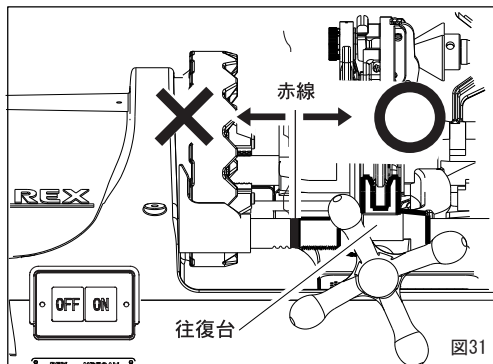

図31
- ・受けパイプの赤線が往復台でかくれた位置からねじ切りを開始すると、ねじが切れ上がるまでに往復台が主軸台に当り、事故や破壊の原因となります。(図31)
- ①希望するサイズにセットされているか確認してください。
受けパイプの赤線が往復台でかくれた位置からねじ切りを開始すると、ねじが切れ上がるまでに往復台が主軸台に当り、事故や破損の原因となります。(P. 15図31)
案内セットノブ (図31参照) を押し上げてダイヘッドをねじ切りのセット状態にします。そしてパイプにねじを切ってゆきますと、パイプ端面が切上げレバーに当り、徐々に押し出してゆきます。パイプに切られたねじが規定長さになりますと、切上げレバーが押しあげられ、チェーザがパイプから離れねじ切りが終わります。(図36-1)
受けパイプの赤線が往復台でかくれた位置からねじ切りを開始すると、ねじが切れ上がるまでに往復台が主軸台に当り、事故や破損の原因となります。(P. 15 図31)